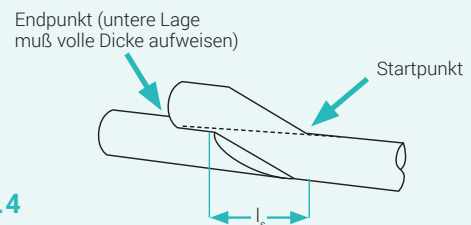

Abb. 4
- Dichtungsband über den zuvor abgeschrägten Anfang legen und für den zweiten Schrägschnitt einen Start- und Endpunkt markieren (Abb. 4).